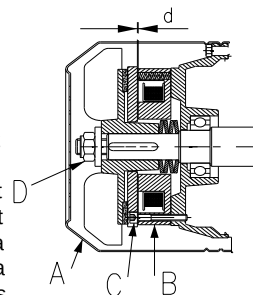

Fig. 6
8.2 RÉGLAGE DU FREIN DU MOTEUR (fig. 6)